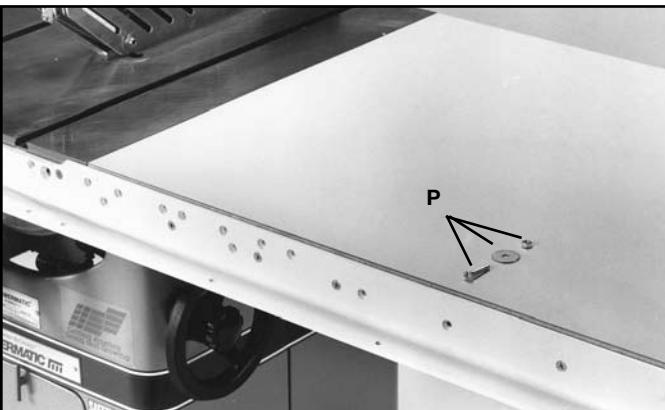

FIG. 21
13. Despues de hacer los orificios en la parte frontal y trasera del marco del banco, ajuste tanto el riel frontal como el trasero al banco (Fig. 21) con los tornillos largos de cabeza plana de 1/4-20 x 38 mm (1 1/2"), las arandelas de protección y las tuercas hexagonales (P) proporcionados.